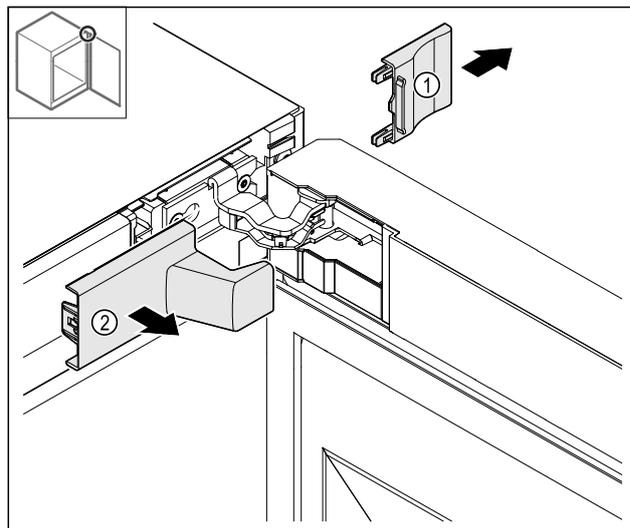

Fig. 14
- Retirer le cache Fig. 14 (1) puis le cache Fig. 14 (2).